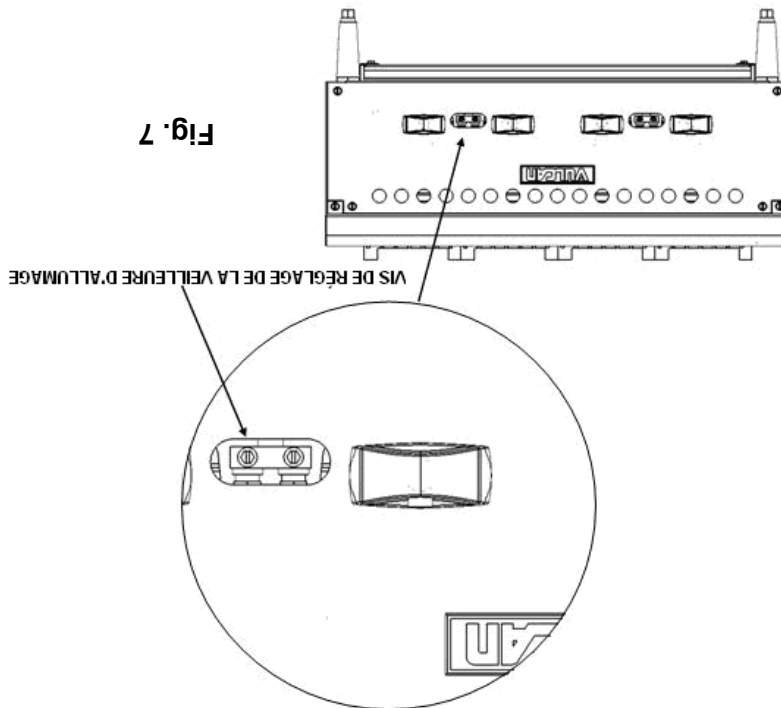

Fig. 7
2. Retirez les grilles supérieures et les radiants. Ouvrez le robinet d'arrêt principal du gaz. Allumez les veilleuses à l'aide d'une tige pour allumer les bougies. Réglez la vis de la soupape de la veilleuse (voir Fig. 7 à la page 9) jusqu'à ce que la flamme de la veilleuse ait une légère pointe jaune.
À l'aide d'un tournevis à tête hexagonale fendue de réglage de la veilleuse d'allumage dans le sens des aiguilles d'une montre pour diminuer la flamme et dans le sens contraire des aiguilles d'une montre pour augmenter la flamme. Voir Fig. 7.